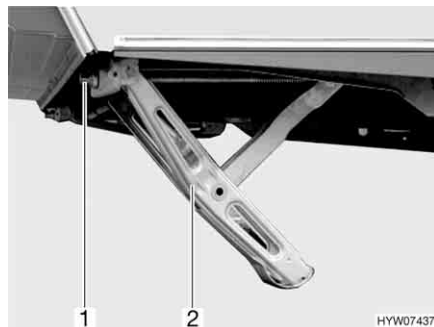

Bild 23 Vevstöd nedvevat
- Sätt den medföljande handveven mot sexkanten (Bild 23,1 resp. Bild 24,1) på vevstödet (Bild 23,2 resp. Bild 24,2).